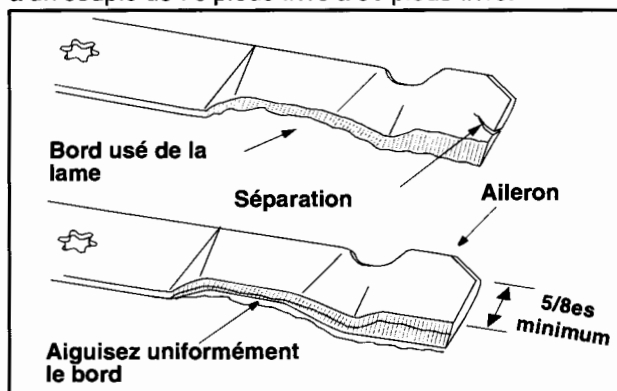

Figure 17
Pour aiguiser les lames, la même quantité de métal des deux extrémités des lames sur le côté tranchant. Voir la Figure 17. Aiguissez le bord tranchant sur toute sa longueur, parallèlement au bord arrière, soit à un angle de 25° à 30°.
**IMPORTANT:** Si le bord tranchant a déjà été aiguisé et qu'il reste moins de 5/8es po à l'aileron, ou si une séparation des couches métalliques s'est produite, remplacez les lames. Voir la Figure 17.